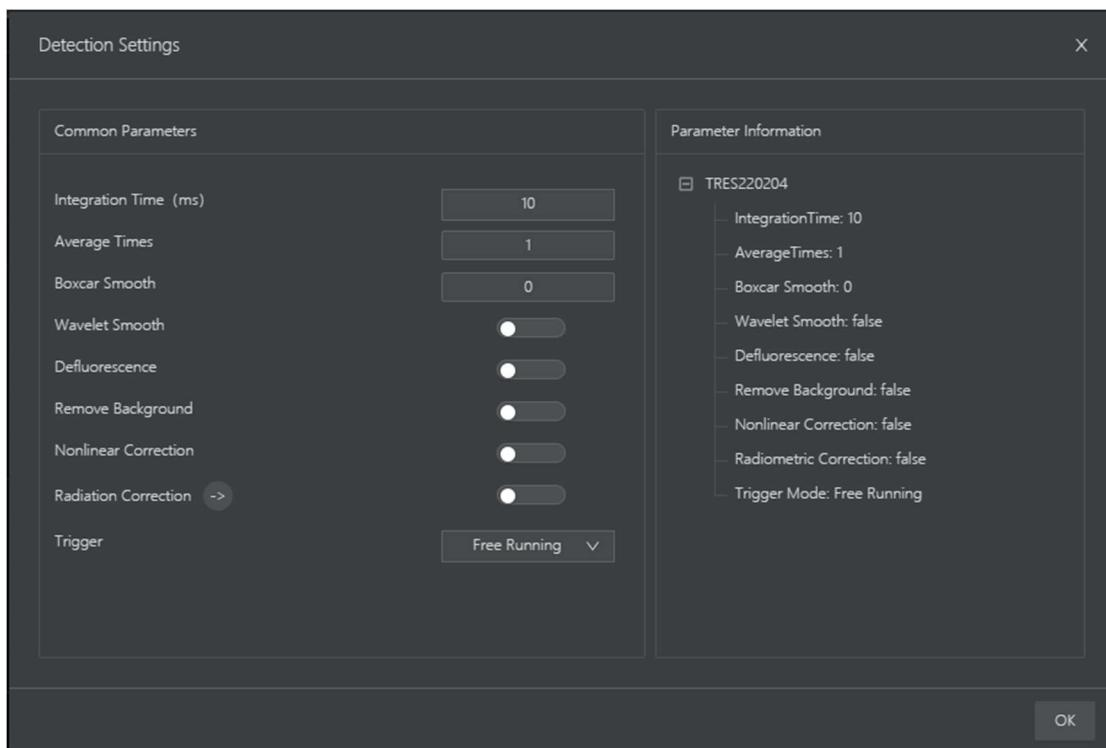

图 4.4 Free Detection 采样设置
- 采样设置：采样设置分为参数设置和设置明细两部分（见图 4.4），参数设置包含常用的检测前参数（积分时间、激光功率等）和检测后参数（消荧光、平滑等）的设置，具体内容如下：